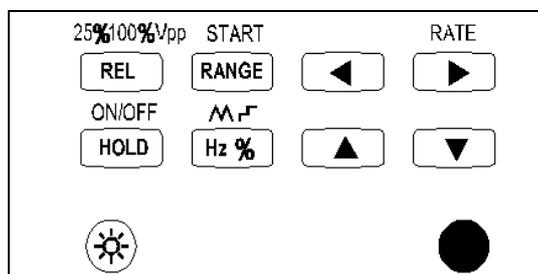

Рис. 5.
- Рис. 5 и Таблица 5 описывают функции кнопок.